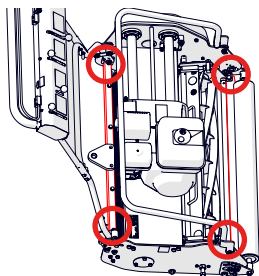

Abb. 24 – Verankerungspunkte für den Transport.
- Verankern Sie die Maschine mit geeigneten Zurrgurten am Boden/auf der Palette. An den vorderen und hinteren Verbindungsstangen befestigen (rot markiert in Abb. 24).